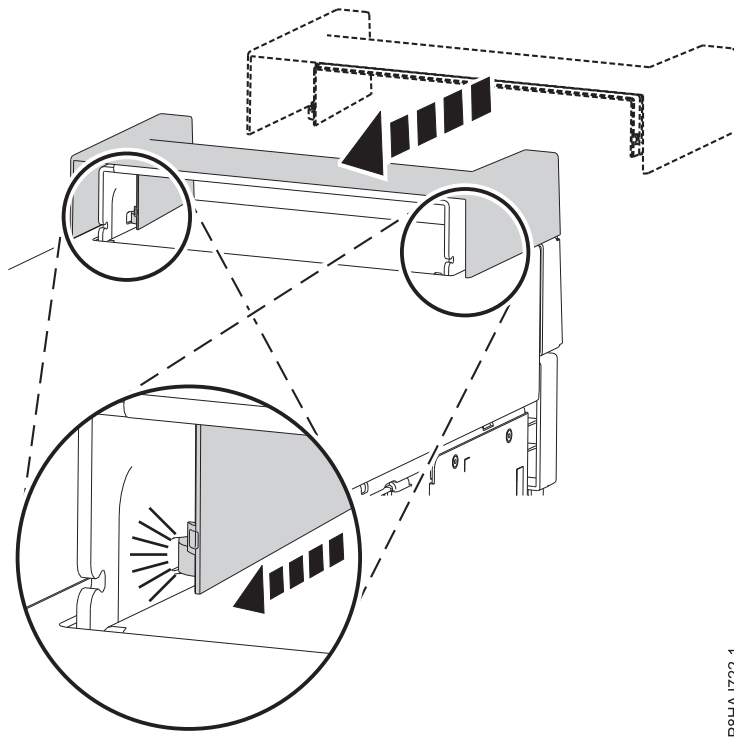

Abbildung 50. Befestigen der Griffabdeckung bei einem Standalone-System vom Typ 8286-41A
1. Befestigen Sie die Griffabdeckung an der internen RDX-Andockstation (FC EUA3), indem Sie sie in Richtung der Rückseite des Systems schieben. Siehe Abb. 50.